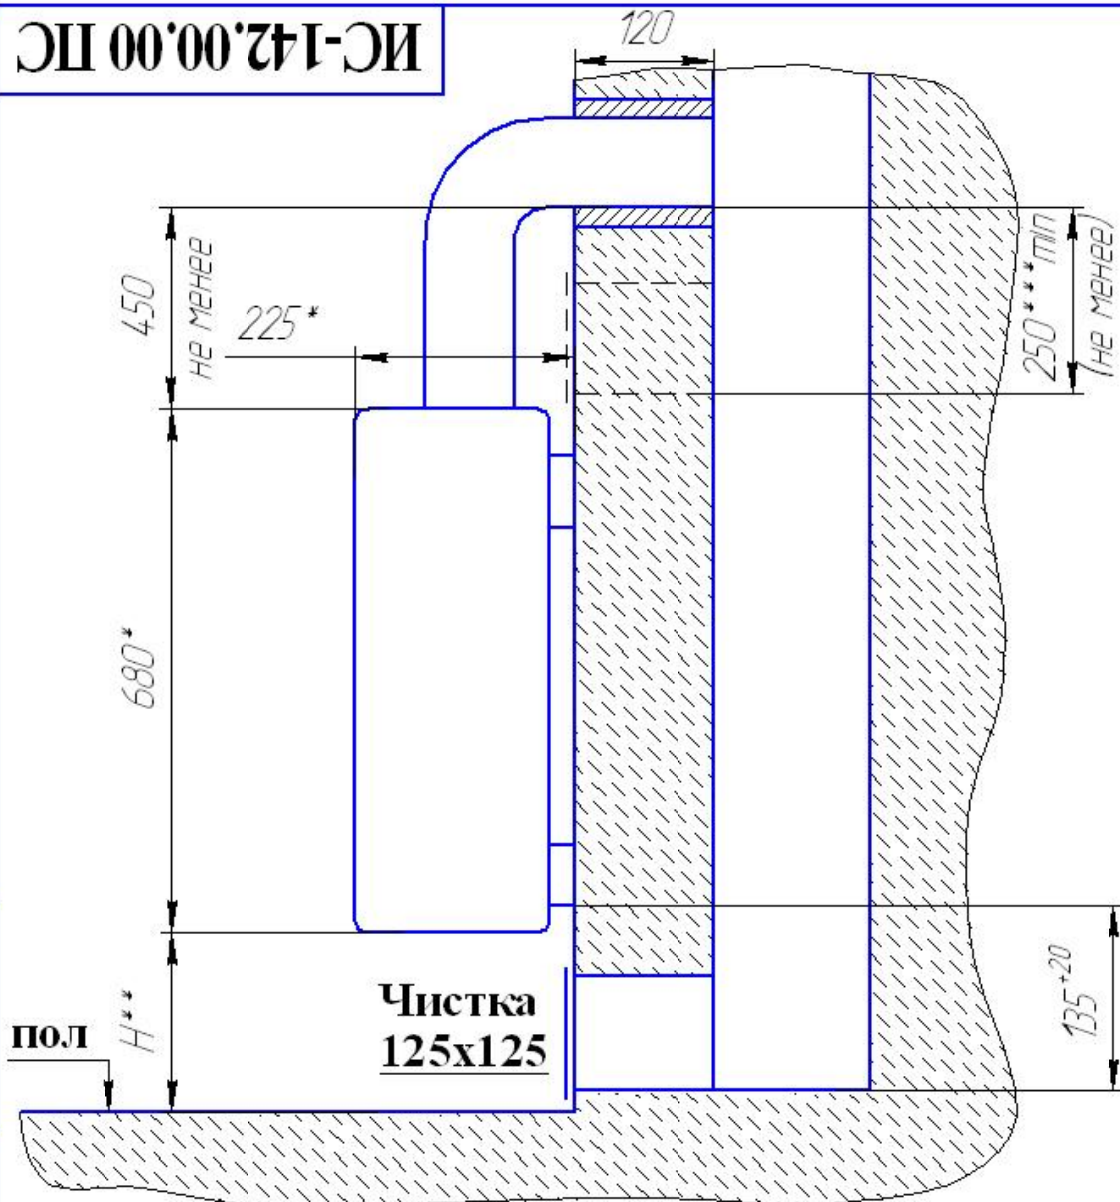

Рис.9 Схема подсоединения к дымоходу.
5.9 Подсоединение котла к дымоходу показано на рис.9.